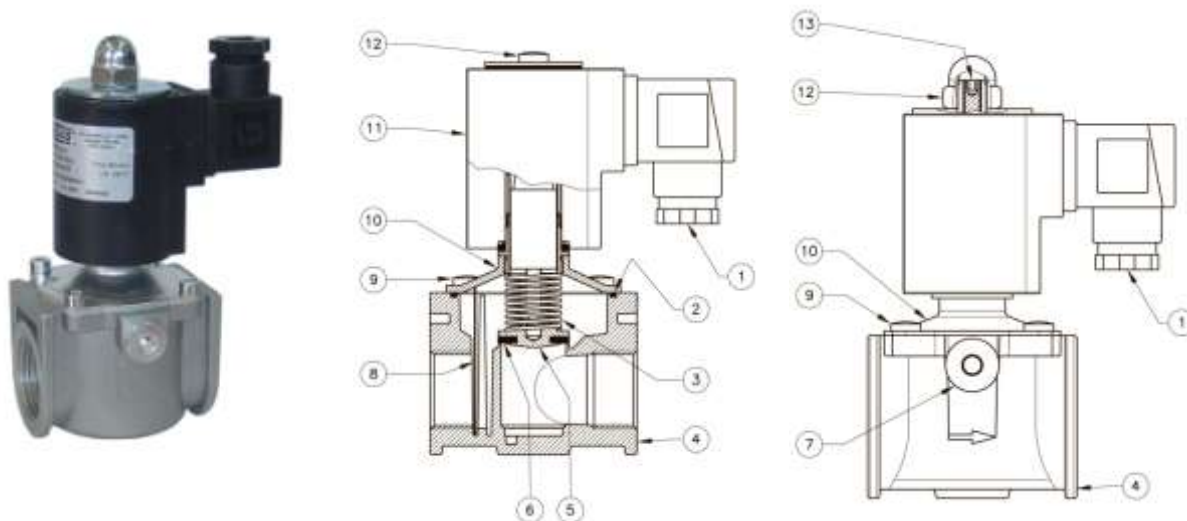

Рис. 1
- **DN 15 ÷ DN 25:** (см. рис. 1) при помощи отвертки отпустить винт крепления электромагнитной катушки (10) и снять катушку (9). Отпустить винты крепления крышки (7) и снять крышку с корпуса клапана (4). Проверить состояние затвора (5), прочистить или, при необходимости, заменить резиновую прокладку. Продуть фильтрующий элемент (6), не извлекая его из корпуса клапана (4). Затем собрать клапан, выполняя обратную последовательность действий.
Клапан (рис. 1) состоит из: электрический коннектор (1); верхнее уплотнительное кольцо (2); пружина запирающего механизма (3); корпус (4); затвор (5); манжета затвора (6); заглушка (7); фильтрующая сетка* (8) (опция); винт (9); крышка (10); электромагнитная катушка (11); винт крепления электромагнитной катушки (12); винт регулировки расхода (13).